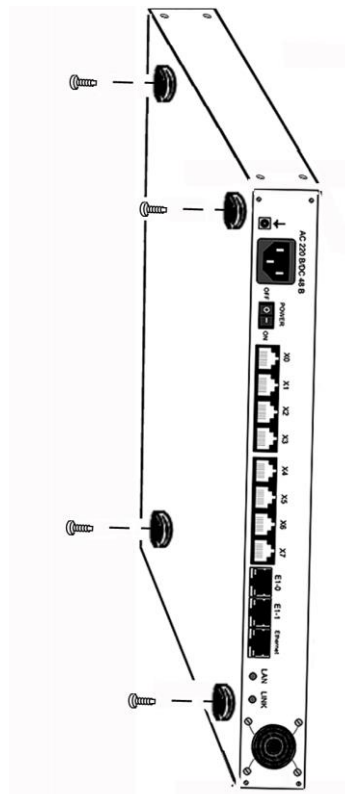

Рис. 46 – Настенное крепление IP-АТС АГАТ UX (шаг 1)
- Шаг 1** Выверните четыре винта и резиновые опоры из нижней части корпуса IP-АТС (Рис. 46).